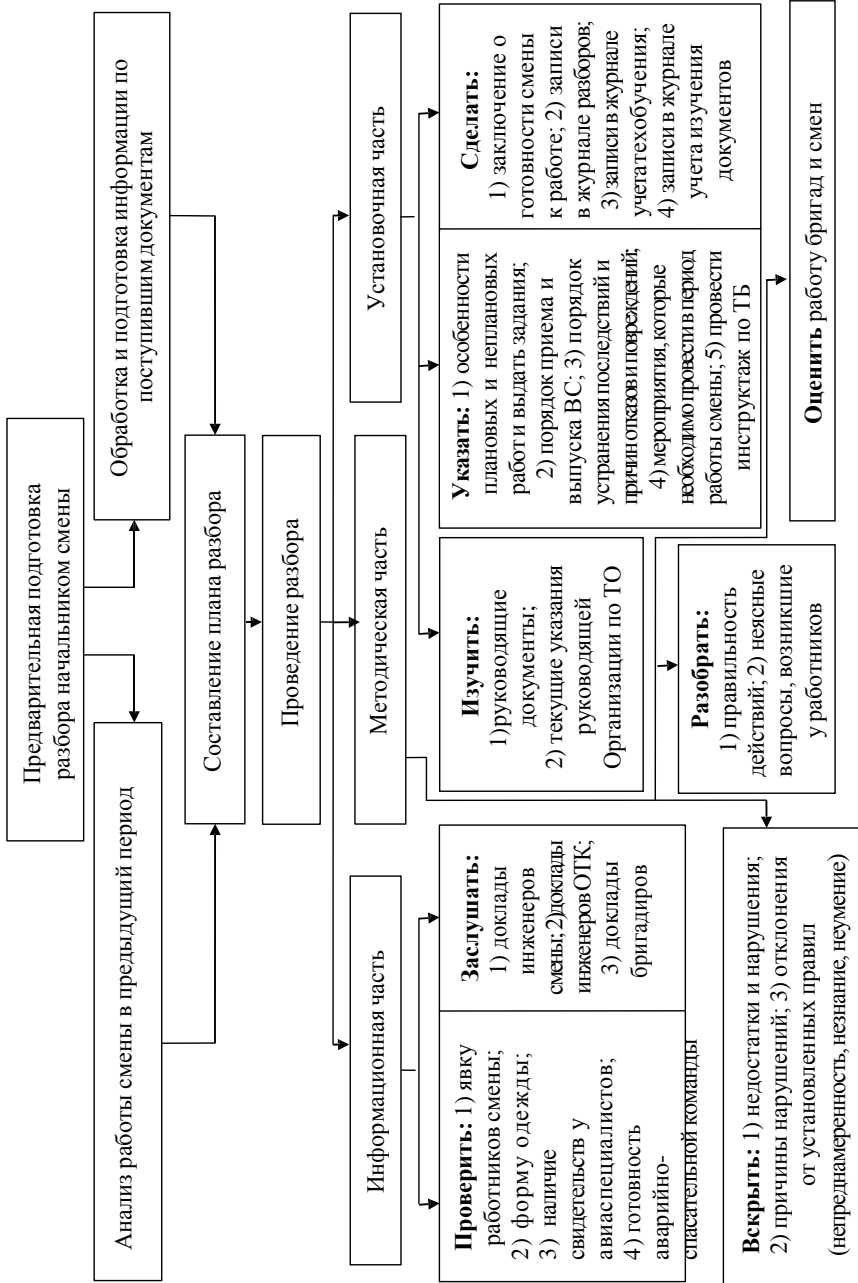

Рис. 2.2. Порядок проведения разбора в смене
Разбор в смене рекомендуется проводить в порядке, представленном на рис. 2.2.
- 4) анализ порядка проведения разбора в смене (см. рис. 2.2);